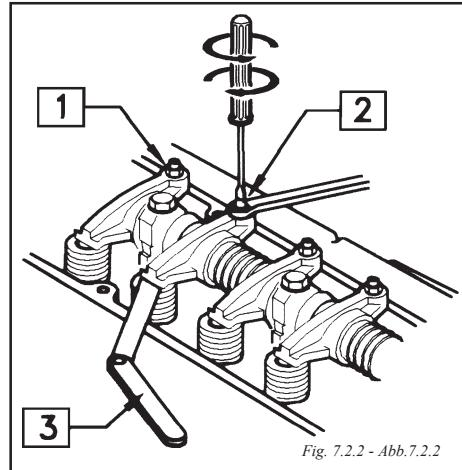

Fig. 7.2.2 - Abb.7.2.2
Con la tapa de balancines retirada, aflojar la tuerca del balancín (1) y mientras se gira el tornillo de ajuste (2), regular la holgura de la válvula con una galga (3) (Fig. 7.2.2).
With the rocking cover removed, loosen the rocker nut (1) and while the adjustment screw (2) is rotated, adjust the valve play with a gauge (3) (Fig. 7.2.2).
Avec le cache-culbuteur retiré, desserrer l'écrou du culbuteur (1) et pendant que l'on tourne la vis de fixation (2), régler le jeu des soupapes avec une jauge (3) (Fig 7.2.2).
Dopo aver tolto il coperchio dei bilancieri, allentare il dado del bilanciere e (1) mentre si gira la vite di regolazione (2), regolare il gioco della valvola con un regolo (3) (Fig 7.2.2).
Führen Sie diesen Arbeitsgang bei ausgekühltem Motor durch. Gehen Sie dabei folgendermaßen vor: Nehmen Sie die Ventilhebelhaube ab, lockern Sie die Ventilhebelmutter (1) und stellen Sie das Ventilspiel (2) anhand einer Lehre durch Drehen der Einstellschraube ein (3) (Abb. 7.2.2).